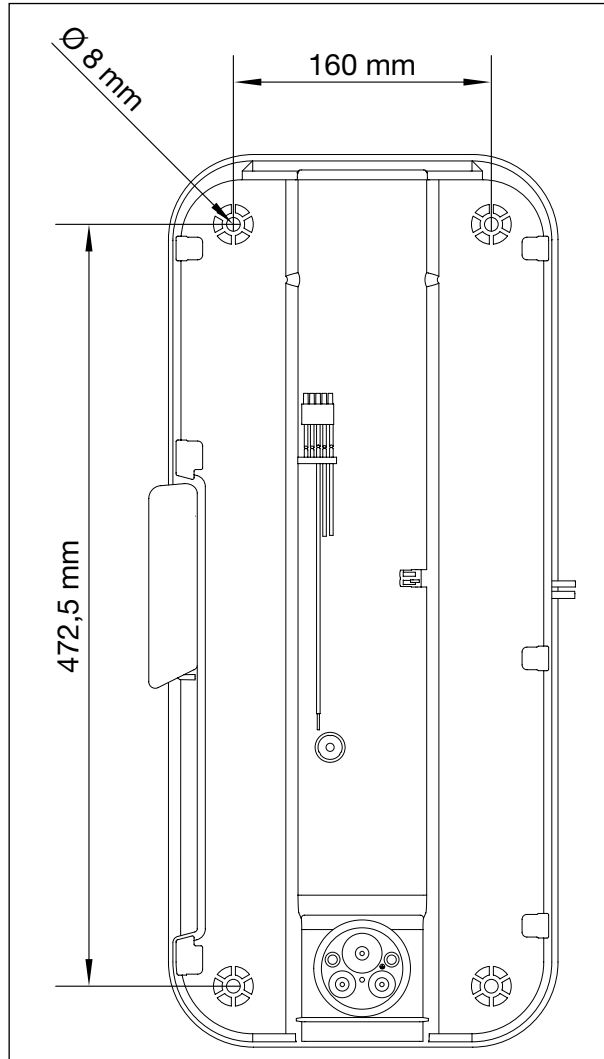

Fig. 8: Parte de trás do posto de carregamento com espaçamento de furos
- ❶ Marcar os furos horizontal e verticalmente na parede de montagem de acordo com a Fig. 8.